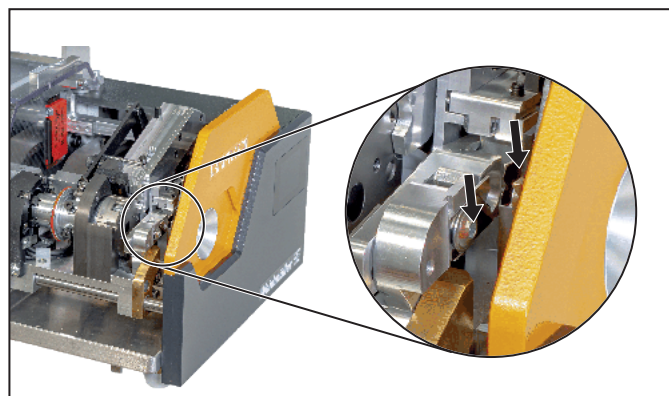

Bild 8.1 Byt avisoleringskniv
- Ta bort fästskruvarna till de båda knivparen, se Bild 8.1.